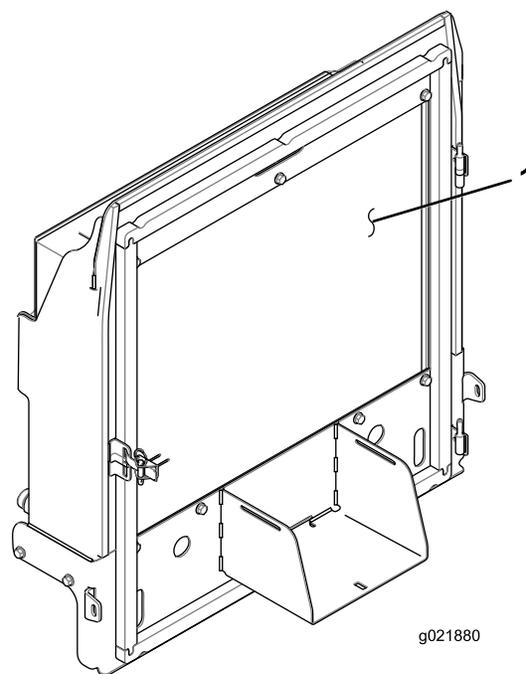

Рисунок 92
4. Тщательно очистите сжатым воздухом обе стороны радиатора/маслоохладителя (Рисунок 92).